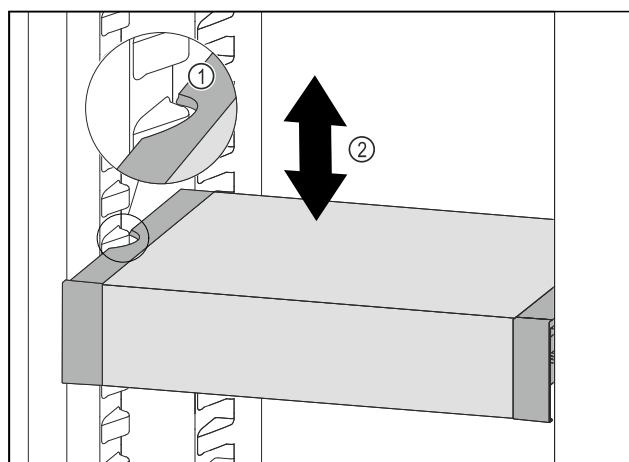

Fig. 171
- VarioSafe w chłodziarce przesunąć w górę lub w dół, aż zostanie osiągnięta żądana wysokość. Fig. 171 (2)